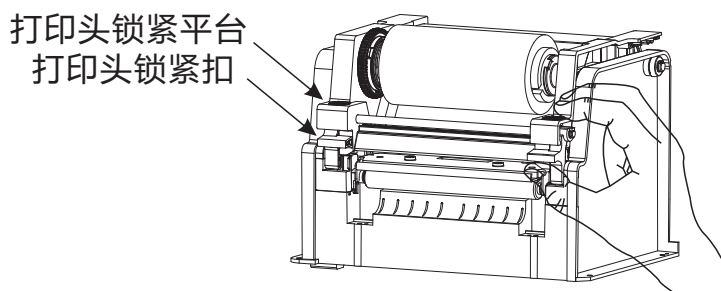

图9
2.7.4 如图9,用手捏住打印头两端打印头锁紧扣,以打开打印头模块。